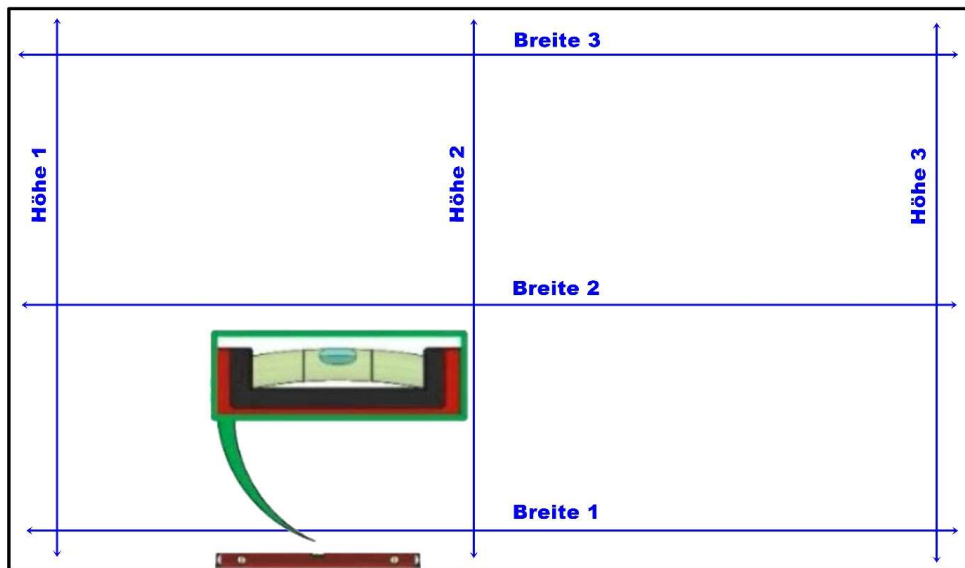

Abbildung 1: Messstellen für Breite und Höhe
- Messen Sie Breite und Höhe an mindestens drei Stellen (oben, Mitte und unten sowie links, Mitte und rechts) – siehe Abbildung 1.